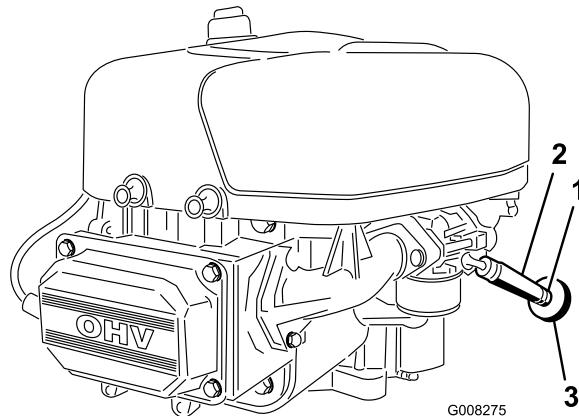

Figura 28
- Allentate la fascetta stringitubo e spostatela in alto sul tubo del carburante, lontano dalla valvola di intercettazione del carburante (Figura 28).
8. Togliete i tubi del carburante dal filtro del carburante (Figura 28).
11. Infilate la fascetta vicino al filtro del carburante, per fissare il tubo del carburante (Figura 28).
Il momento più opportuno per sostituire il filtro del carburante (Figura 28) è quando il serbatoio del carburante è vuoto. Non rimontate mai il filtro carburante sporco dopo averlo tolto dal tubo di alimentazione del carburante.